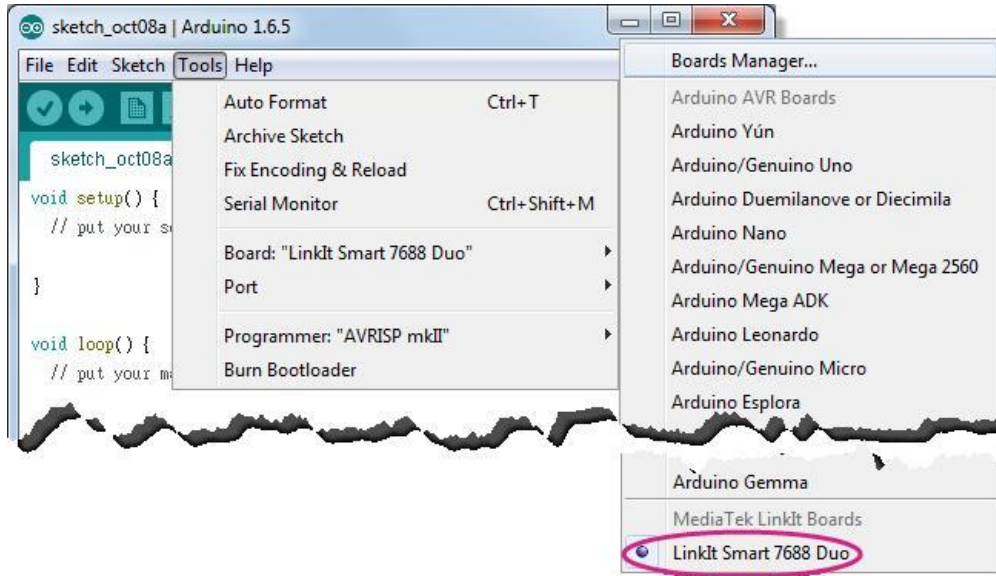

图 49 Arduino IDE 中安装的 LinkIt Smart 7688 Duo
7) 如图 49 所示, 现在您已经成功在 Arduino IDE 中安装 LinkIt Smart 7688 Duo 的硬件支持包。